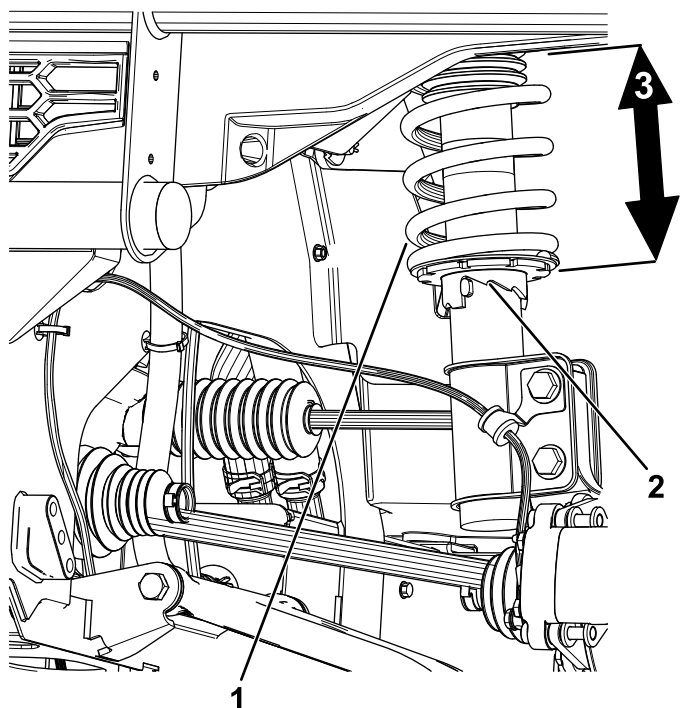

Figure 51
2. Si la garde au sol n'est pas correcte, utilisez la clé de réglage de ressort pour tourner le collet sur l'amortisseur et orienter la roue correctement (Figure 51).